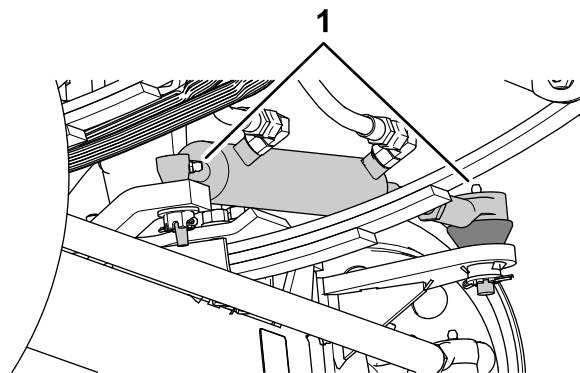
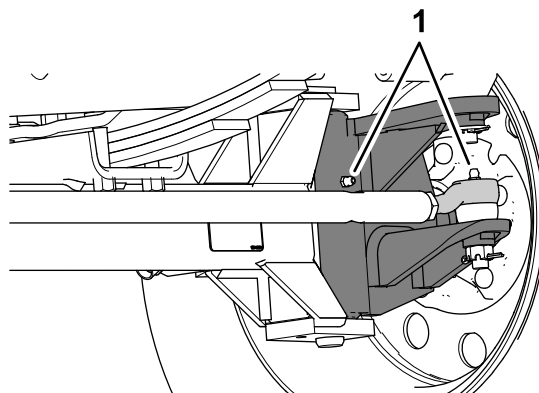

図 66
図 67
1. グリスフィッティングをウェスできれいに拭く 図 66 と 図 67。
2. グリスフィッティングにグリスを注入する 図 66 と 図 67。
注 グリスアップ箇所を 図 66 に示します。